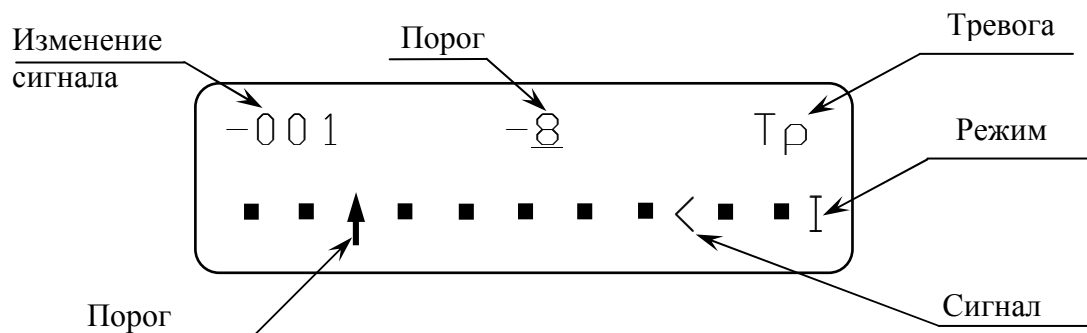

Рисунок 4
- Режим установки порога имеет восемь вариантов значений порога в децибелах, сопровождаемых сообщениями: «-10», «-9», «-8», «-7», «-6», «-5», «-4», «-3». В данный режим можно войти длительно (на время более 3 с) нажав кнопку «◀» или «▶», находясь в режиме юстировки. Изменение уровня порога производится с одновременным контролем величины изменения сигнала относительно среднего значения уровня сигнала, режима использования датчика и тревог (см. рисунок 4).